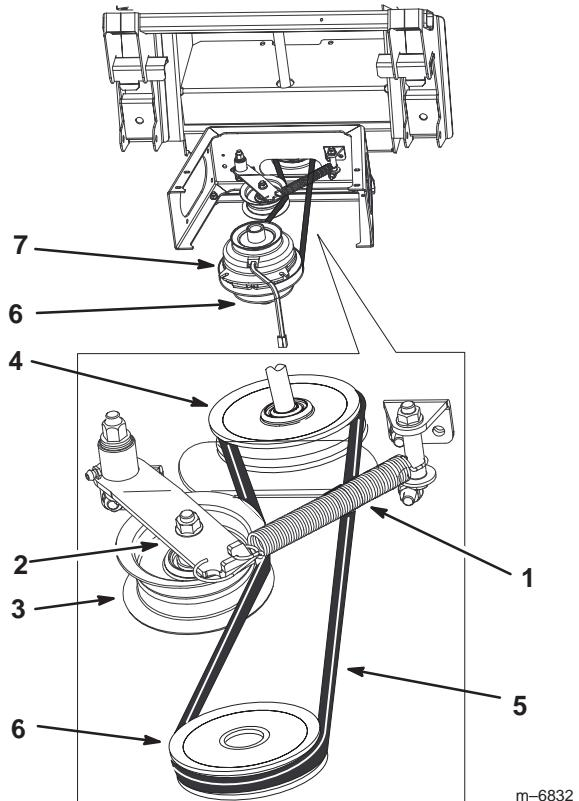

**Bild 12**
1. Entfernen Sie die zwei Flügelmuttern (5/16 Zoll) mit denen der Spannscheibenschutz unten am Heckfangsystem befestigt ist (Bild 12).
7. Montieren Sie den Spannscheibenschutz mit den zwei Flügelmuttern (5/16 Zoll) unten am Heckfangsystem (Bild 12).